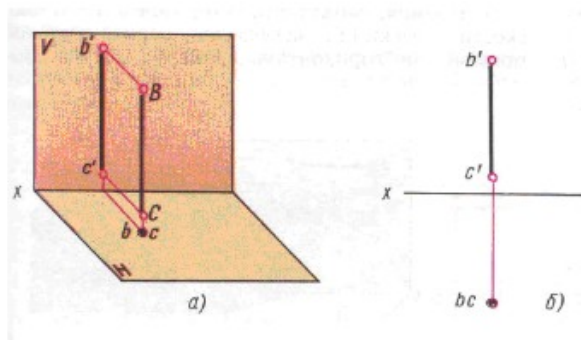

Рисунок 6
2. Прямая, перпендикулярная плоскости H (рис. 6), называется горизонтально-проецирующей прямой и обладает следующими свойствами: